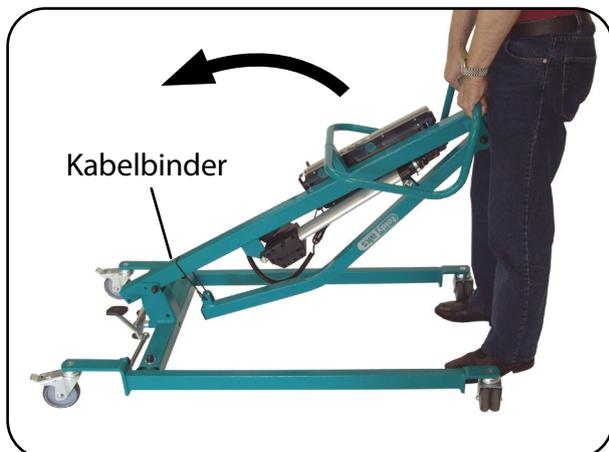
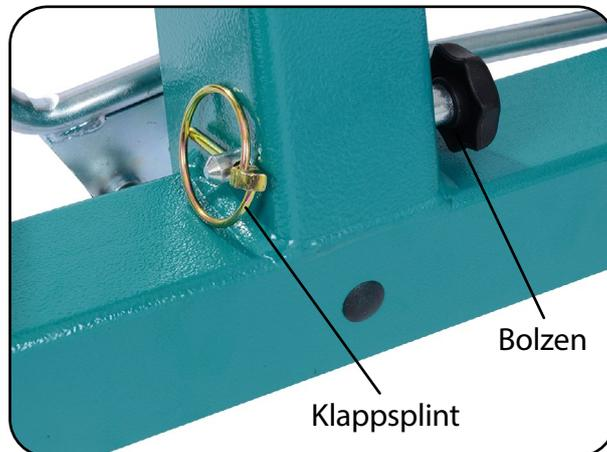

Abb. 6.2.03 – Standmast aufrichten
Abb. 6.2.04 – Standmastaufnahme
5. Richten Sie den Standmast auf (Abb. 6.2.03) und bringen Sie die Bohrung des Standmastes mit der unteren Bohrung der Standmastaufnahme deckungsgleich übereinander. Dann sichern Sie den Standmast wieder mit dem Bolzen und dem Klappsplint (Abb. 6.2.04).
6. Entfernen Sie den Kabelbinder, der als Transportsicherung den Hebearm am Standmast fixiert (Abb. 6.2.03).